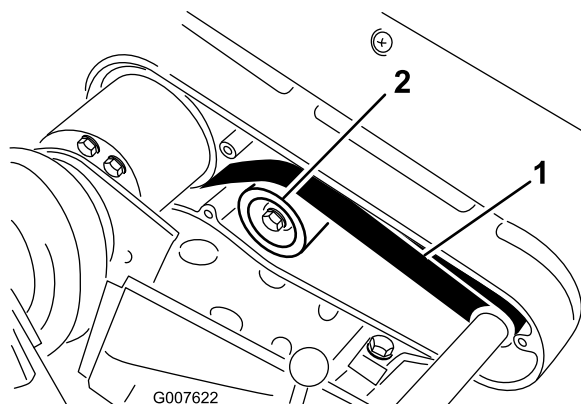

Figura 39
- A. Desaperte a porca de montagem da polia intermédia e incline-a para o lado de trás da correia até que obtenha a tensão desejada da correia (Figura 39).
2. Verifique a tensão pressionando a correia a meio curso entre as polias (Figura 39) com uma força de 22 a 26 N.